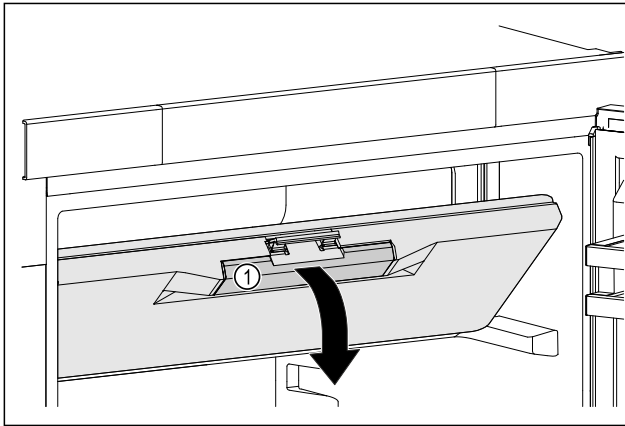

Fig. 23
- Saisir la porte du congélateur par la poignée encastrée Fig. 23 (1).